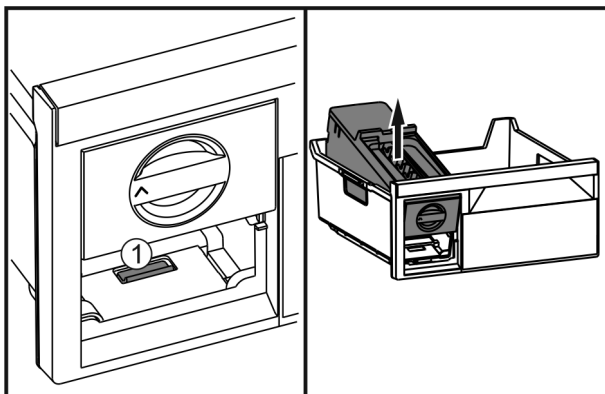

Fig. 48
- ▶ Stlačte západku Fig. 48 (1), EasyTwist-Ice zezadu zvedněte a vyjměte z mrazicí zásuvky.